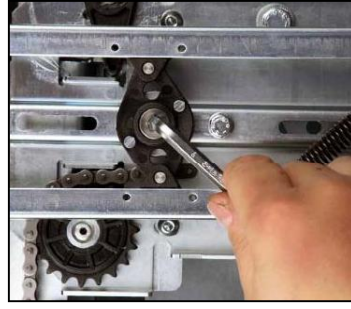

fig.10
6. Ripetere per la seconda barretta e rimontare gli scivoli (fig.10).